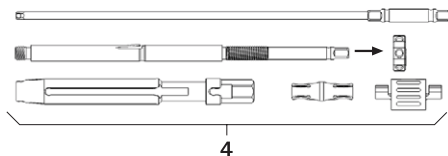

Fig. 2
- Demontera repositionsspak 4, se Fig. 2. Demontera komplett och skruva av spännmuttern.